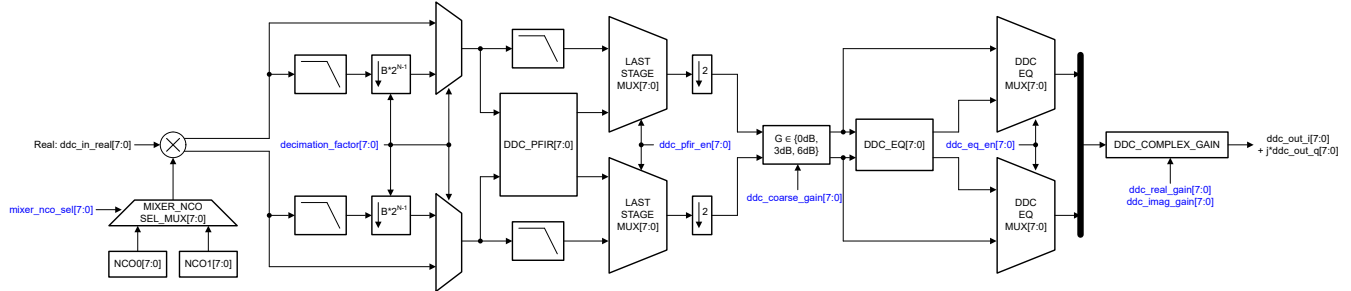

図 7-25. 複素デシメーション信号チェーン (2 のデシメーション係数 (B = 1))
- **実数入力による複素デシメーション:** DDC には実数入力があり、NCO と混合されて複素数出力を生成します。複素数出力は、デシメーション係数 (M) によりローパスフィルタ処理およびダウンサンプリング処理されます。このモードでの DDC ブロックの出力は複素数信号で、図 7-25 は詳細な DDC チェーンを示しています。